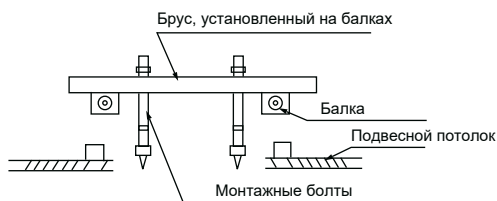

Рис. 4-1
4.1 БЛОКИ МОГУТ УСТАНОВЛИВАТЬСЯ В ВЕРТИКАЛЬНОМ ПОЛОЖЕНИИ ПРИ УСЛОВИИ НАЛИЧИЯ ДОСТАТОЧНОГО ПРОСТРАНСТВА ДЛЯ РАЗМЕЩЕНИЯ И ОБСЛУЖИВАНИЯ (СМ. РИС. 4-1).